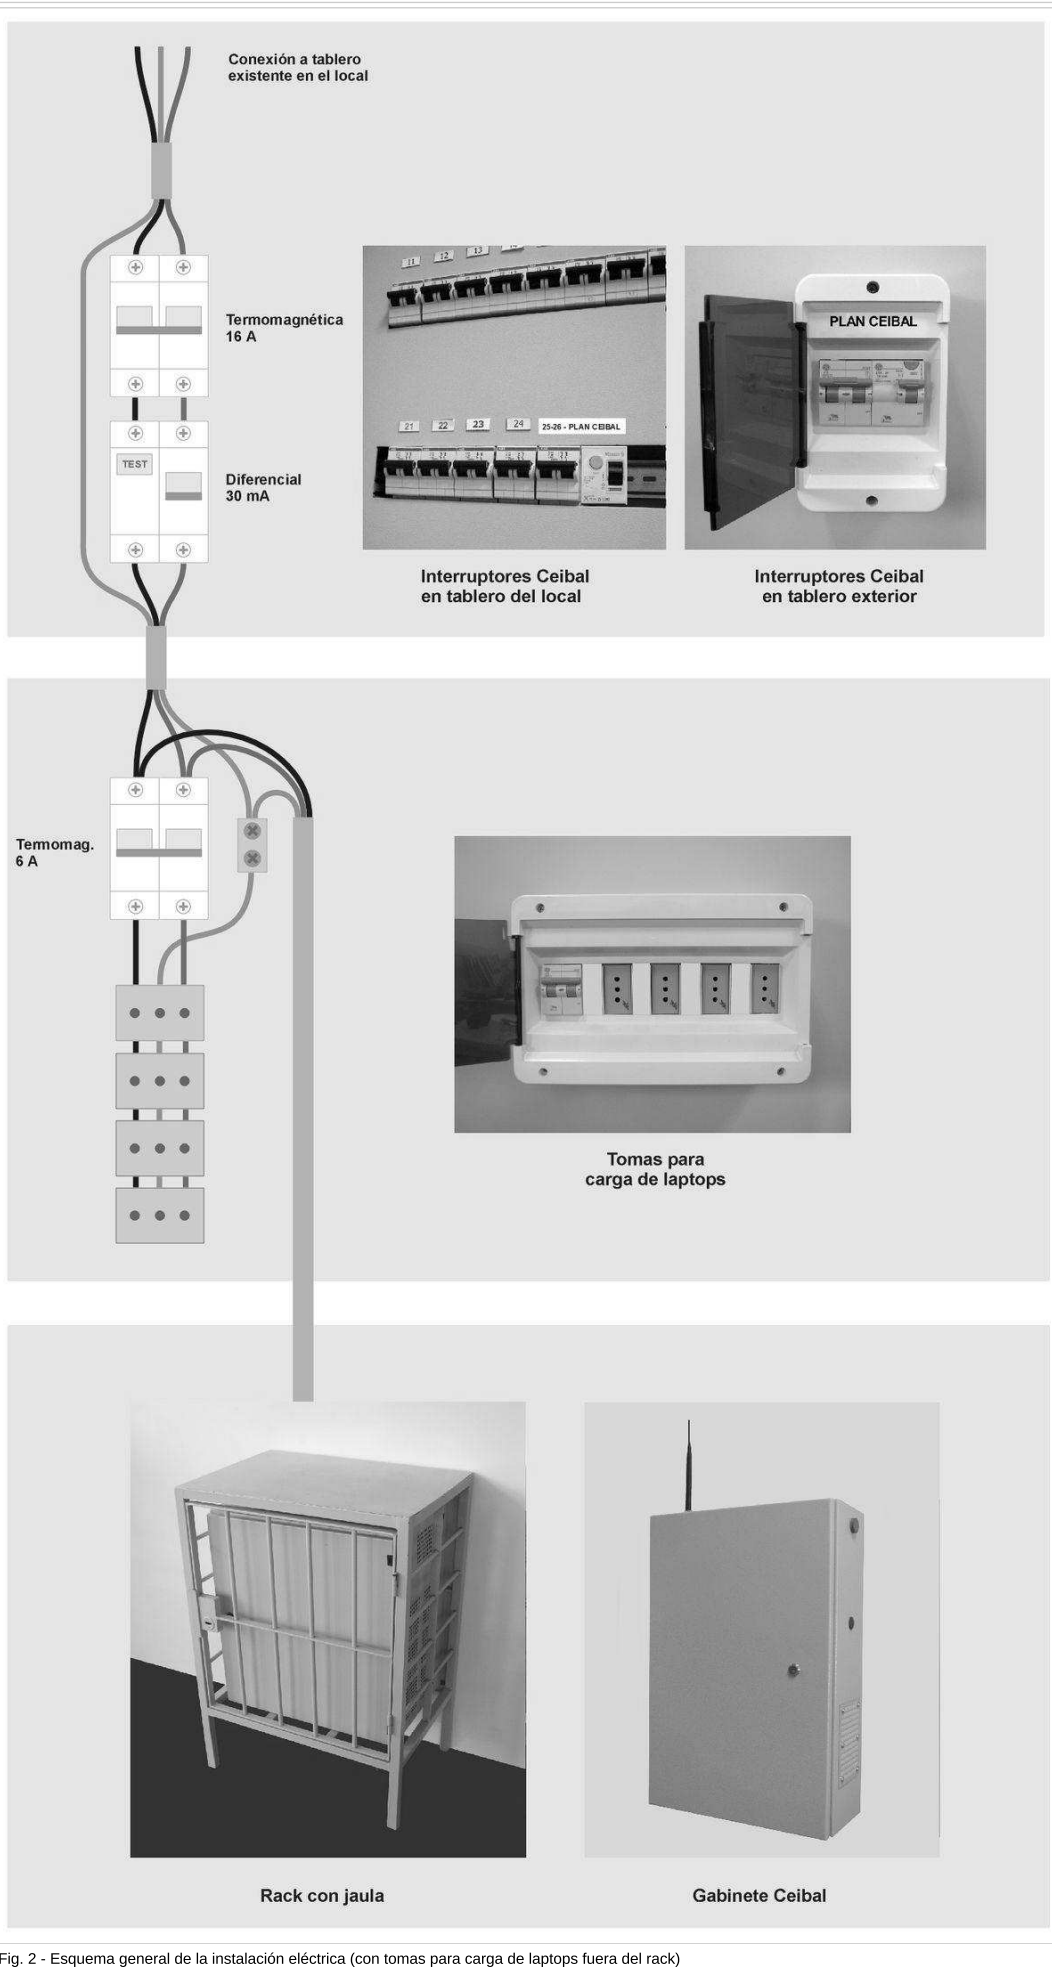

Fig. 2 - Esquema general de la instalación eléctrica (con tomas para carga de laptops fuera del rack)
- En la Fig. 2 se presenta el diagrama general para el caso de instalaciones que no cuentan con tomas para carga de laptops integrados en el frente del rack (ej. instalaciones con rack con jaula y algunos casos de instalación con gabinete).